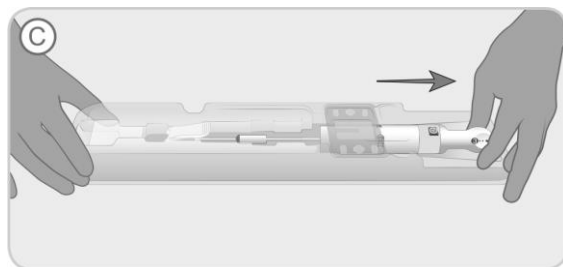

Figure 4. Tirer le manche du dispositif vers l'arrière pour provoquer un arrêt soudain.
- C. Tout en maintenant le plateau immobile, saisir l'extrémité du manche (came de libération) et tirer jusqu'à la butée (indiquée par la lettre « C ») sur le plateau), Figure 4. L'implant est maintenant replié dans le tube de la canule de chargement.